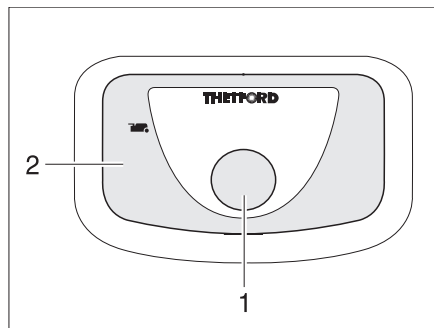

Bild 260 Spülknopf/Kontroll-Leuchte Thetford-Toilette
- Zum Spülen den blauen Spülknopf (Bild 260,1) drücken.
Die Kontroll-Leuchte (Bild 260,2) leuchtet, wenn die Thetford-Kassette entleert werden muss.
- Den Schieberhebel (Bild 260,1) im Uhrzeigersinn schieben. Der Schieber wird geschlossen. Zum Entleeren **muss** in der Thetford-Toilette der Schieber geschlossen sein.